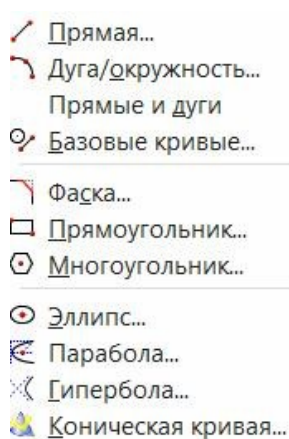

рис.41
- Все приемы построения линий, включая написание текстов, сосредоточены в падающем меню «Вставить \ **Кривые**» (рис.41, 42). На рис.41 перечислены способы построения **плоских кривых**. Вот, о некоторых из них, мы и поговорим.